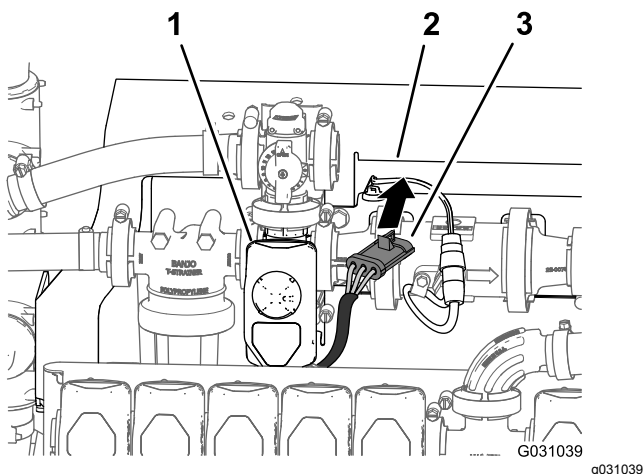

Bild 109
5. Verlegen Sie den 3-Stift-Stecker für den Kabelbaum des Rührwerkventils nach vorne zur Verteilerbefestigung (Bild 109).